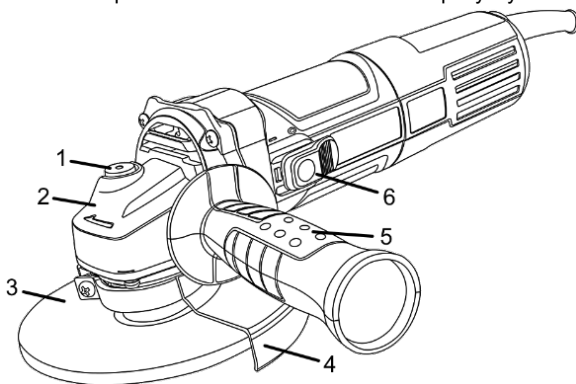
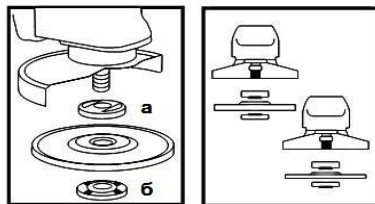

Рисунок 1
Рисунок 2
**4.2** Міцно встановіть передню рукоятку (5, рисунок 1) у відповідний різьбовий отвір.
**4.3** Встановіть захисний кожух (4, рисунок 1) у потрібне положення, залежно від виду роботи та диска, що використовується.
**4.4** Встановіть на виріб шліфувальний або відрізний диск. Для цього натисніть на кнопку блокування шпинделя (1, рисунок 1) і поверніть його до такого положення, при якому він заблокується. За допомогою фланцевого ключа з комплексу постачання, відверніть і зніміть затискну гайку (6, рисунок 2). Встановіть шліфувальний диск на посадкове місце фланцевої шайби (а, рисунок 2), наживіть рукою затискну гайку на шпиндель і затягніть її ключем з комплексу постачання.
Відпустіть кнопку блокування шпинделя і переконайтеся в тому, що вона вивільнена, шляхом дво- або триразового натискання. Проверніть диск і впевніться, що шпиндель розблокований. При встановленні диска з утопленням центром завжди розміщуйте його випуклою стороною до фланцевої шайби (дивіться рисунок 2).